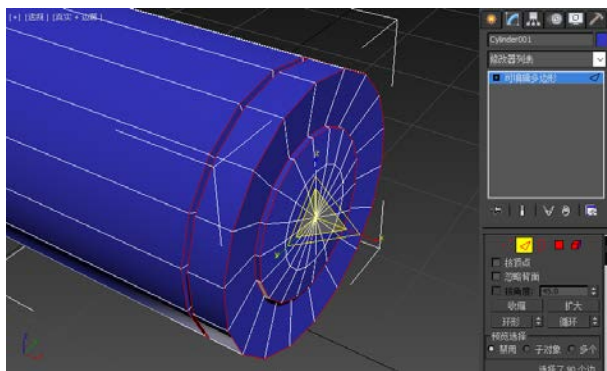

图 3-1-15 选择循环边
STEP 15 单击【边】按钮或按【2】键，进入【边】子对象，选择视图中的循环边，如图 3-1-15 所示。